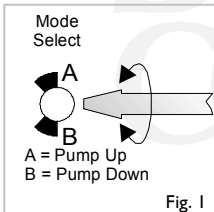

Fig. 1
- Select "pump up" or "pump down" mode on base of unit (Fig. 1)
- Sélectionner le mode "pump up" ou "pump down" la base de l' unite. (Fig. 1)
- Betriebsweise "pump up" oder "pump down" als Einheitsbasis wählen. (Fig. 1)